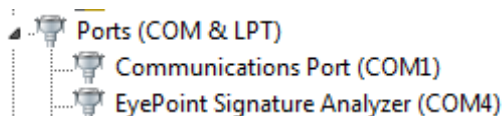

Рисунок 2. Отображение устройств после установки драйвера
- После установки драйвера в разделе устройств «Порты (COM и LPT)» должно появиться устройство EyePoint Signature Analyser (рисунок 2).